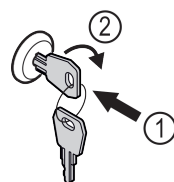

Fig. 240
- ▶ Sæt nøglen i. Fig. 240 (1)
- ▶ Drej nøglen 90° med uret. Fig. 240 (2)